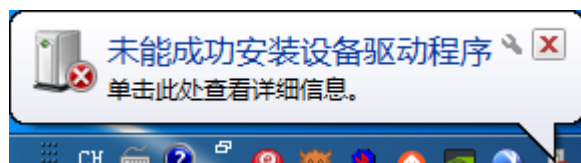

图 1.9 驱动安装失败示意图
1. 使用 USB 线连接开发板 USB 接口和电脑的 USB 接口，此时，系统右下角应该会弹出发现新硬件，提示驱动安装失败，如下图 1.9 所示。